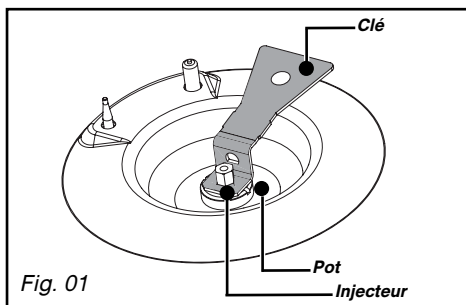

Fig. 01
– **Raccordement avec un tube flexible métallique** (inox) **onduleux à embouts mécaniques** vissables (conforme à la norme NF D 36-125) dont la durée de vie est illimitée (Fig. 01).
– Dévissez à l'aide de la clé fournie les injecteurs situés dans le fond de chaque pot et ôtez-les (Fig. 01).